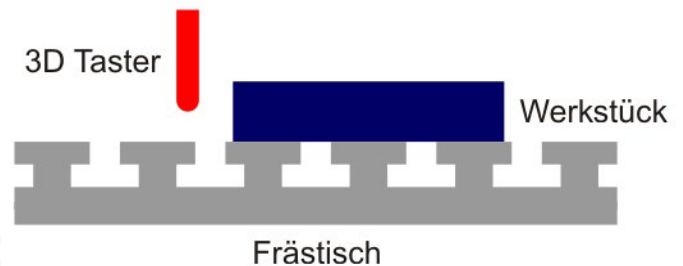

Bild 23: Tastspitze unterhalb Werkstückobergrenze
- Die Spitze des 3D Tasters muss sich unterhalb der Werkstückoberfläche befinden (siehe Bild 23).